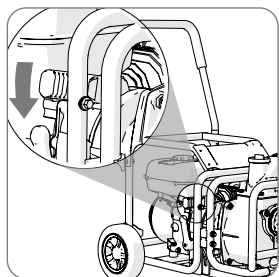

Fig 2
- Spingere con fermezza il motore e gli accessori insieme fino a che non si ode il 'click' di fissaggio. La leva di rilascio dell'accoppiamento unica tornerà alla sua posizione neutra. (**Fig. 2**)